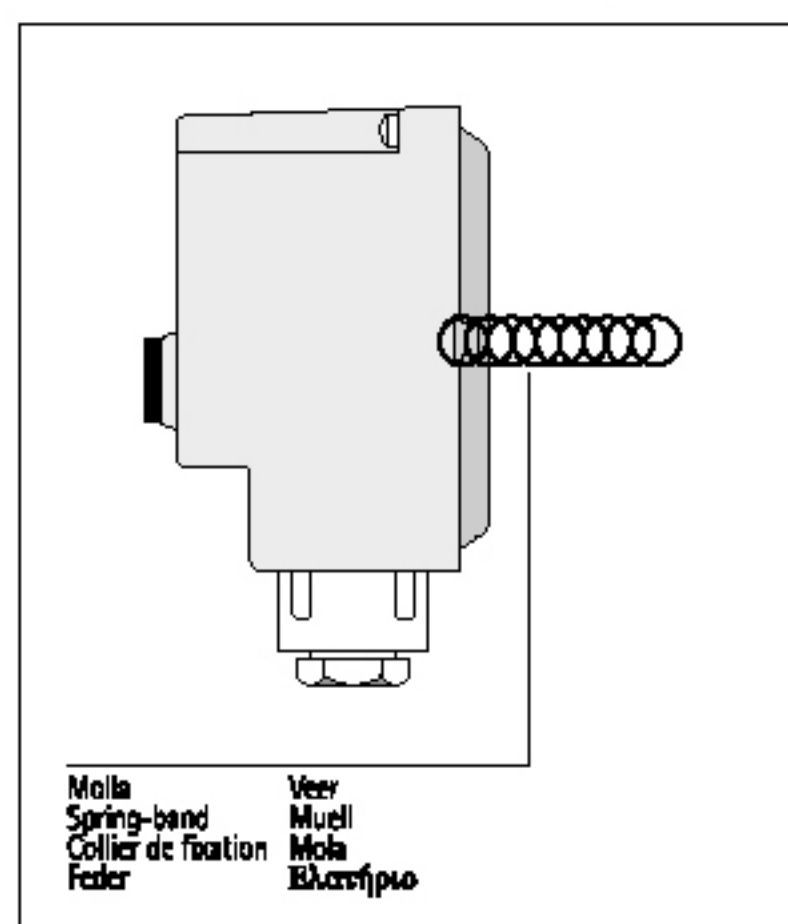

fig.3 - euc.3
A) Fissare il prodotto alla tubazione utilizzando l'accessorio specifico in dotazione. (fig.3)
A) Fix the appliance to the pipe by means of its specific fastener. (fig.3)